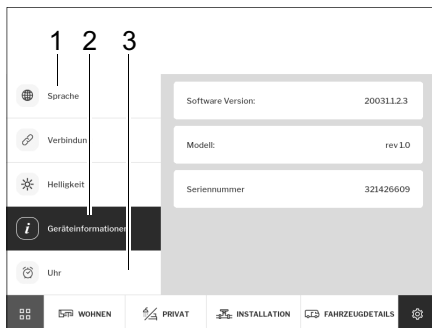

Fig. 287 Langue, Informations sur l'appareil, Heure
- Appuyer sur la touche *Langue* (Fig. 287,1) et régler la langue de l'écran souhaitée.
- Appuyer sur la touche *Heure* (Fig. 287,3) et régler l'heure de l'écran souhaitée.
- Appuyer sur la touche *Informations sur l'appareil* (Fig. 287,2). Des informations sur l'appareil (version du logiciel, modèle et numéro de série) s'affichent.